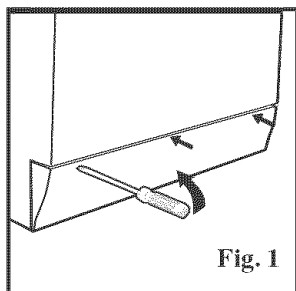

Fig. 1
**Atención:** Antes de intentar examinar la precámara, verifique que la máquina haya terminado el programa y que esté vacía. Como en cualquier otro procedimiento de mantenimiento, primero desenchufe la máquina. Para acceder a la precámara, afloje ligeramente la parte superior del panel del zócalo ubicado en la base de la lavadora y secadora con la ayuda de un destornillador o de una herramienta análoga, para poder sacarlo. Luego haga deslizar hacia adelante el borde superior para poder levantarlo fácilmente (Fig. 1). Coloque un recipiente bajo o una cubeta debajo de la tapa de la precámara para recoger la pequeña cantidad de agua presente. Para quitar la tapa es suficiente girarla en sentido antihorario (Fig. 2). Recordarse de volver a colocar la tapa en su posición. Vuelva a colocar también el panel del zócalo introduciendo los ganchos ubicados en la parte inferior en las correspondientes ranuras y empuje la parte superior hasta lograr ubicarla en su posición.